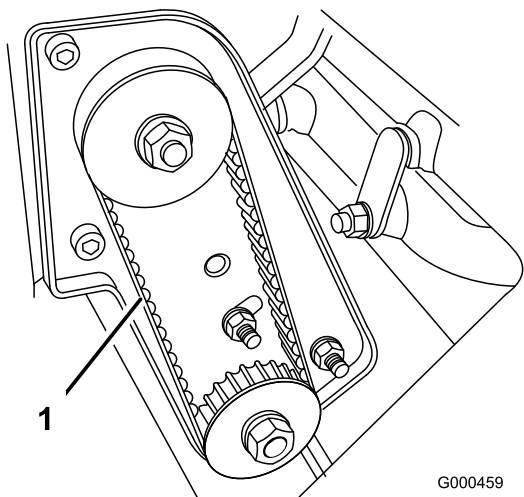

Figura 35
2. Compruebe la tensión presionando la correa (Figura 35) en el punto intermedio entre las poleas con una fuerza de $2 \pm 0,5$ kg. La correa debe desviarse 6,4 mm. Si la desviación no es la correcta, continúe con el paso siguiente.